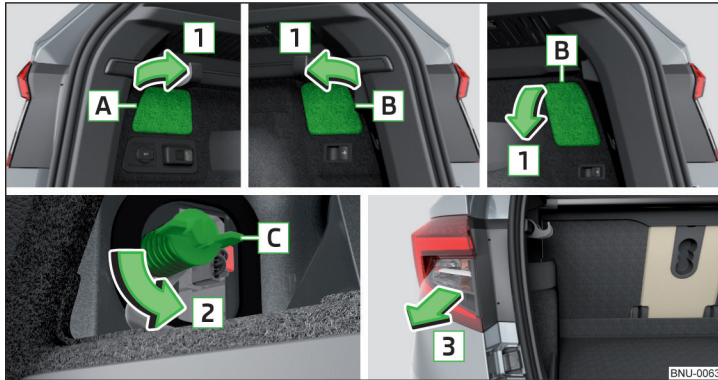

Abb. 351 Aufklappvariante für die Abdeckkappe / Leuchte ausbauen
» Abb. 351. Die Aufklappvarianten für die rechte Abdeckkappe **B** sind ausstattungsabhängig unterschiedlich.
- › Die Schraube **C** entgegen der Pfeilrichtung **2** einschrauben » Abb. 351.